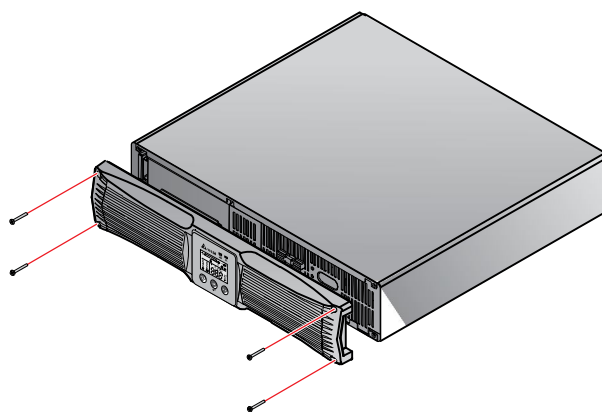

Рис. 3-5. Снимите пластмассовую переднюю панель
- 1) Выкрутите четыре винта из пластмассовой передней панели. См. *Рис. 3-5*.